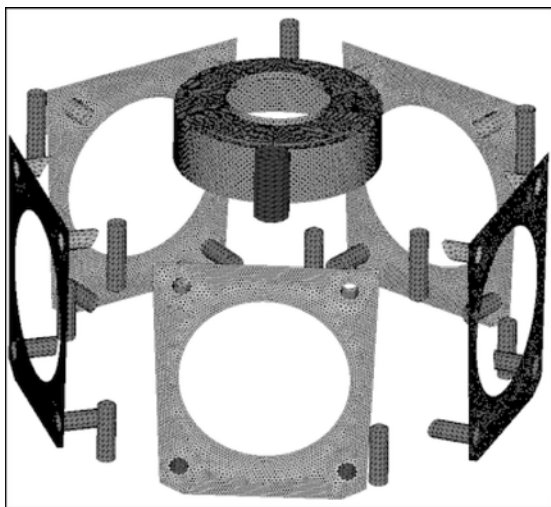

图 5-130 Mesh Features 结果
- (1) 针对名为 Feature 的用户自定义特征，在 Mesh Type 下拉式菜单中选择 trias 选项。
- (2) 在 Elem Size 一栏中填入 0.5。
- (3) 针对名为 TopHole 的用户自定义特征，在 Mesh Type 下拉式菜单中选择 R-Trial Union Jack。
- (4) 在 Elem Size 一栏中填入 0.5。
- (5) 单击 Mesh All 按钮。
- (6) 查看网格剖分结果。此时视图区域中的模型应与图 5-130 一致。